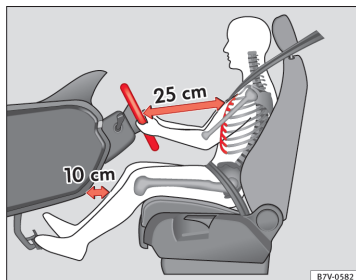
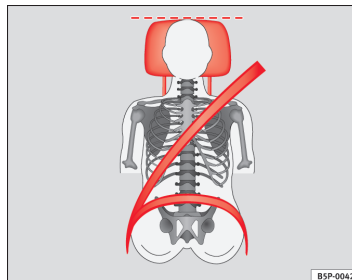

Fig. 1 Der skal være en afstand på mindst 25 cm (10 inches) mellem føreren og rattet.
Fig. 2 Korrekt placering af sikkerhedssæle og indstilling af hovedstøtte
- Indstil hovedstøtten, så hovedstøttens øverste kant er på højde med den øverste del af hovedet – men ikke lavere end øjenhøjden. Baghovedet bør altid være så tæt på hovedstøtten som muligt ⇒ Fig. 1 og ⇒ Fig. 2.
- Indstil rattet, så afstanden mellem rattet og din brystkasse er mindst 25 cm (10 inches) ⇒ Fig. 1, og du med begge hænder og let bøjede arme kan tage fat om rattets sider på den yderste kant.
- Indstil sædet i længderetningen, så du kan træde pedalerne ned med let bøjede ben, og afstanden til instrumentpanelet i knæområdet er mindst 10 cm (4 inches) ⇒ Fig. 1.